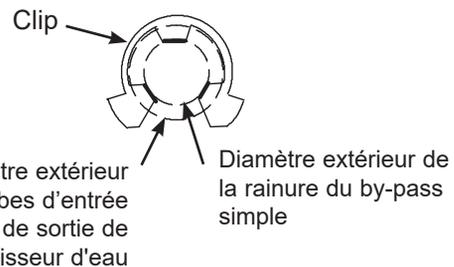

FIG. 12
- Poussez le by-pass simple aussi loin que possible dans les tubes de l'adoucisseur. Mettez les deux grands clips de fixation en place, de haut en bas comme illustré sur les figures 12 et 13.